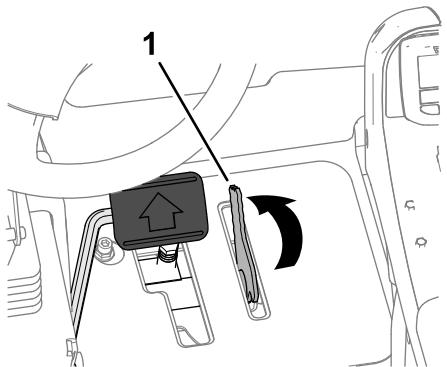

Figure 56
3. Avec votre pied, avancez le levier du limiteur de vitesse de tonte à la position TONTE (Figure 56).